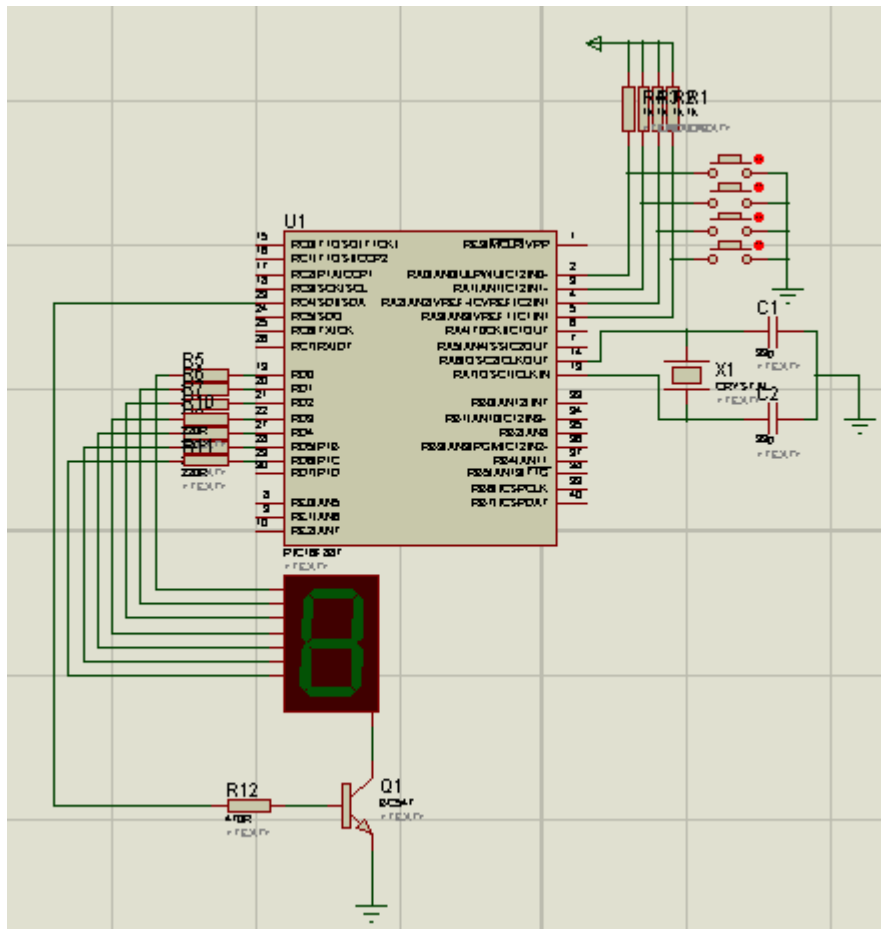

Figura 8.1 Control de un Display 7 segmentos
1. **Crear un programa que tenga cuatro interruptores conectados al puerto A y además, se tiene un display de cátodo común conectado en el puerto D. El programa realiza las siguientes acciones. (figura 8.1)**